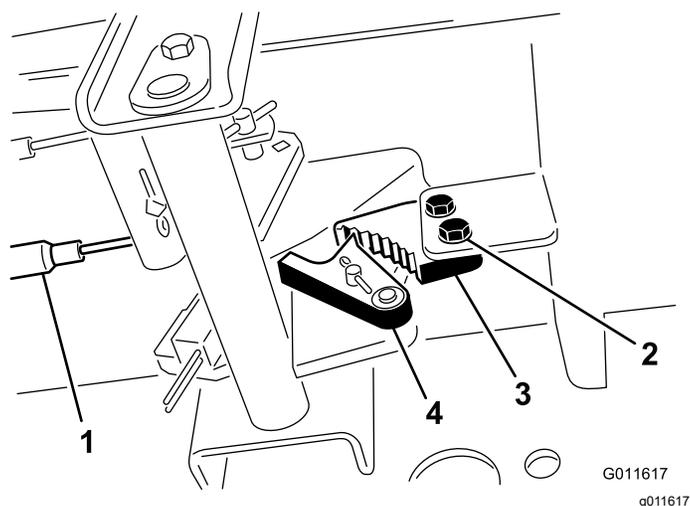

Рисунок 97
1. Ослабьте два винта крепления защелки стояночного тормоза к раме (Рисунок 97).
2. Нажимайте педаль тормоза вперед, пока углубление тормоза не войдет полностью в зацепление с защелкой тормоза (Рисунок 97).